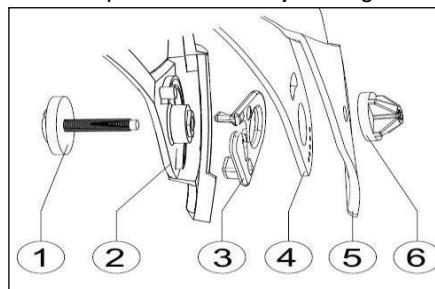

Fig. 1
1. Løsn skruerne (fig. 1, pkt. 1 og 6) i siderne.
2. Tag frontpladen af (fig. 1, pkt. 5), at være opmærksom på at fjerne den centrale del fra dens støtte.
3. Tag visiret af (fig. 1, pkt. 4).
4. Tag on/off-stopperen af (fig. 1, pkt. 3).
5. Tag den del af hjelmen af (fig. 1, pkt. 2).
1. Placer skruen i det særlige indhak, der sidder på hoveddelen (fig. 1, pkt. 1)
2. Indsæt on/off-stopperen (fig. 1, pkt. 3)
3. Indsæt visiret (fig. 1, pkt. 4)
4. Placer frontpladen (fig. 1, pkt. 5)
5. Spænd skruen let (fig. 1, pkt. 1 og 6)